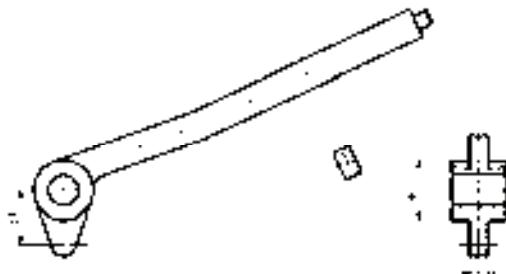

图 6-51 标注线性尺寸
3) 标注线性尺寸。单击“标注”工具栏中的“线性”按钮 $\square$ ，标注线性尺寸，结果如图 6-51 所示。